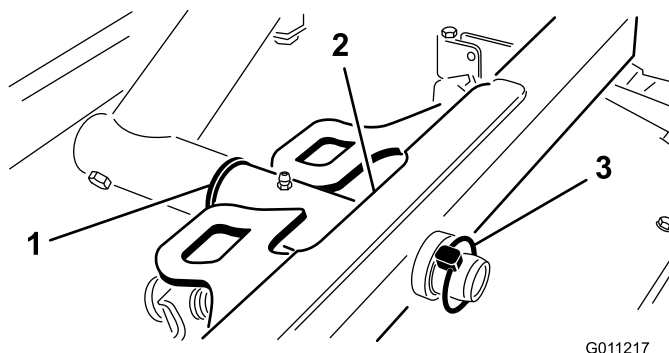

Figura 17
2. Fate scorrere il telaio portante dell'apparato di taglio sull'asta orientabile e fissatelo con un acciarino (Figura 17).